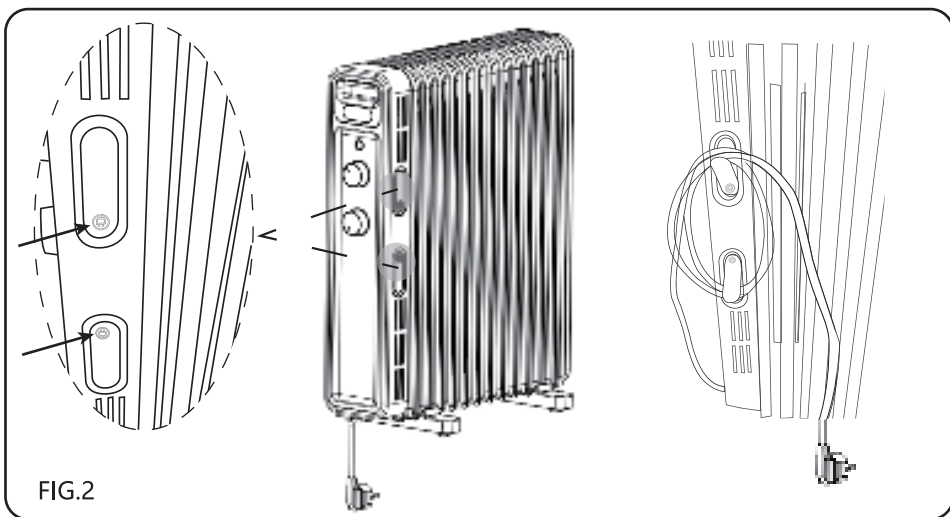

FIG.2
4. Utilisez le dispositif d'enroulement du câble pour ranger le câble après utilisation. (FIG.2)